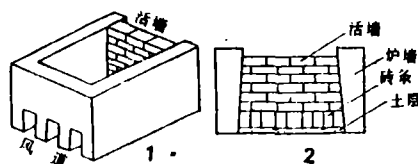

图 2 熔炼炉
3.2.1 炉子的尺寸 坩埚熔炼炉的炉身为长方型,很象一个土坊,三面炉墙砌死,一面留作活墙(以便出炉、清炉),其容积大小,视铅的产量(坩埚数量)而定。一般宽度以操作人员方便为宜,长度可以任意选择,高度一般为一米左右(高出地面的炉子),熔炼炉的外形如图 2。
因为,该炉子是利用自然通风,这样,通风道的设置好坏对冶炼效果有很大的影响。故在炉身前墙端的下部,设有三条位置适中、间隔均匀、高 300~400mm、宽 200mm 左右的通风道(见图 2)。